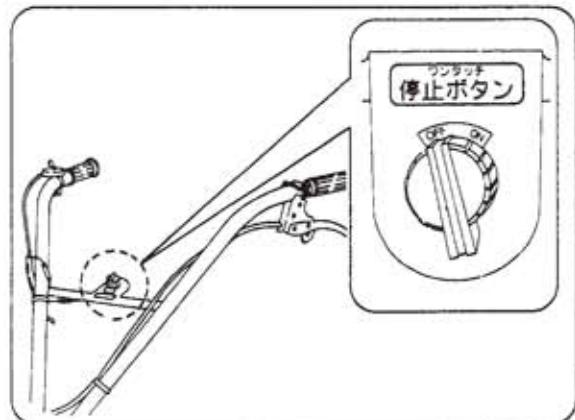

図17
- ③ 停止スイッチを〔OFF〕位置にしてください。エンジンが停止します。(図17)